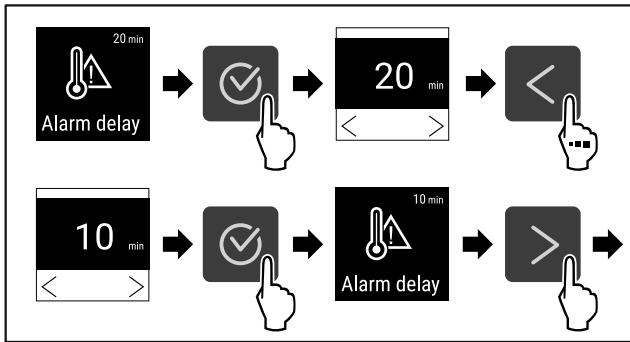

Fig. 128
- ▶ Εκτελέστε τα βήματα ενεργειών (βλέπε Fig. 128).